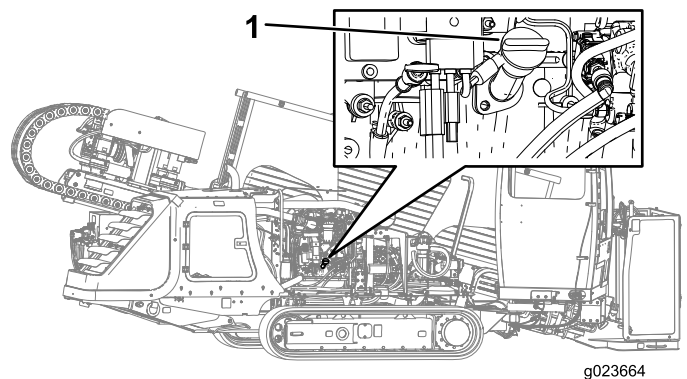

Bild 89
- A. Nehmen Sie den Fülldeckel (Bild 89) ab und füllen Sie Öl ein, bis der Höchststand erreicht ist. **Füllen Sie nicht zu viel ein.**